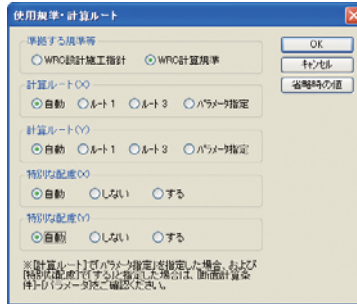

図6 使用規準・計算ルート入力画面
- ・1つのプログラムで許容応力度等計算と保有水平耐力計算を行うことができ、計算ルートの自動判別が可能です。計算ルートの自動判別は自動的にルート1で計算を終了させることができます。この他に「壁式構造関係設計規準・同解説」による特別な配慮を要する設計における計算を行うこともできます(図6)。